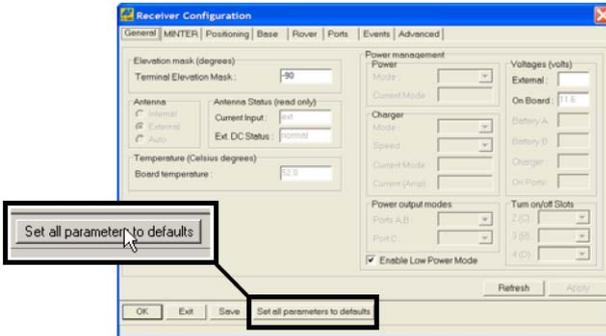

Figura 3-2. Botón Set All Parameters to Defaults Configuración e instalación de NET-G3 para levantamiento topográfico
4. Haga clic en **Set all parameters to defaults** (Figura 3-2).